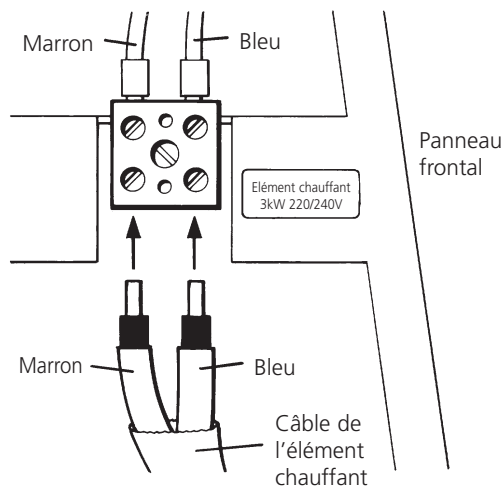

Figure 3a
6. Brancher les câbles de l'élément chauffant selon la **figure 3a**.
Voir **figure 3a** et **3b** pour la connection du câble électrique.